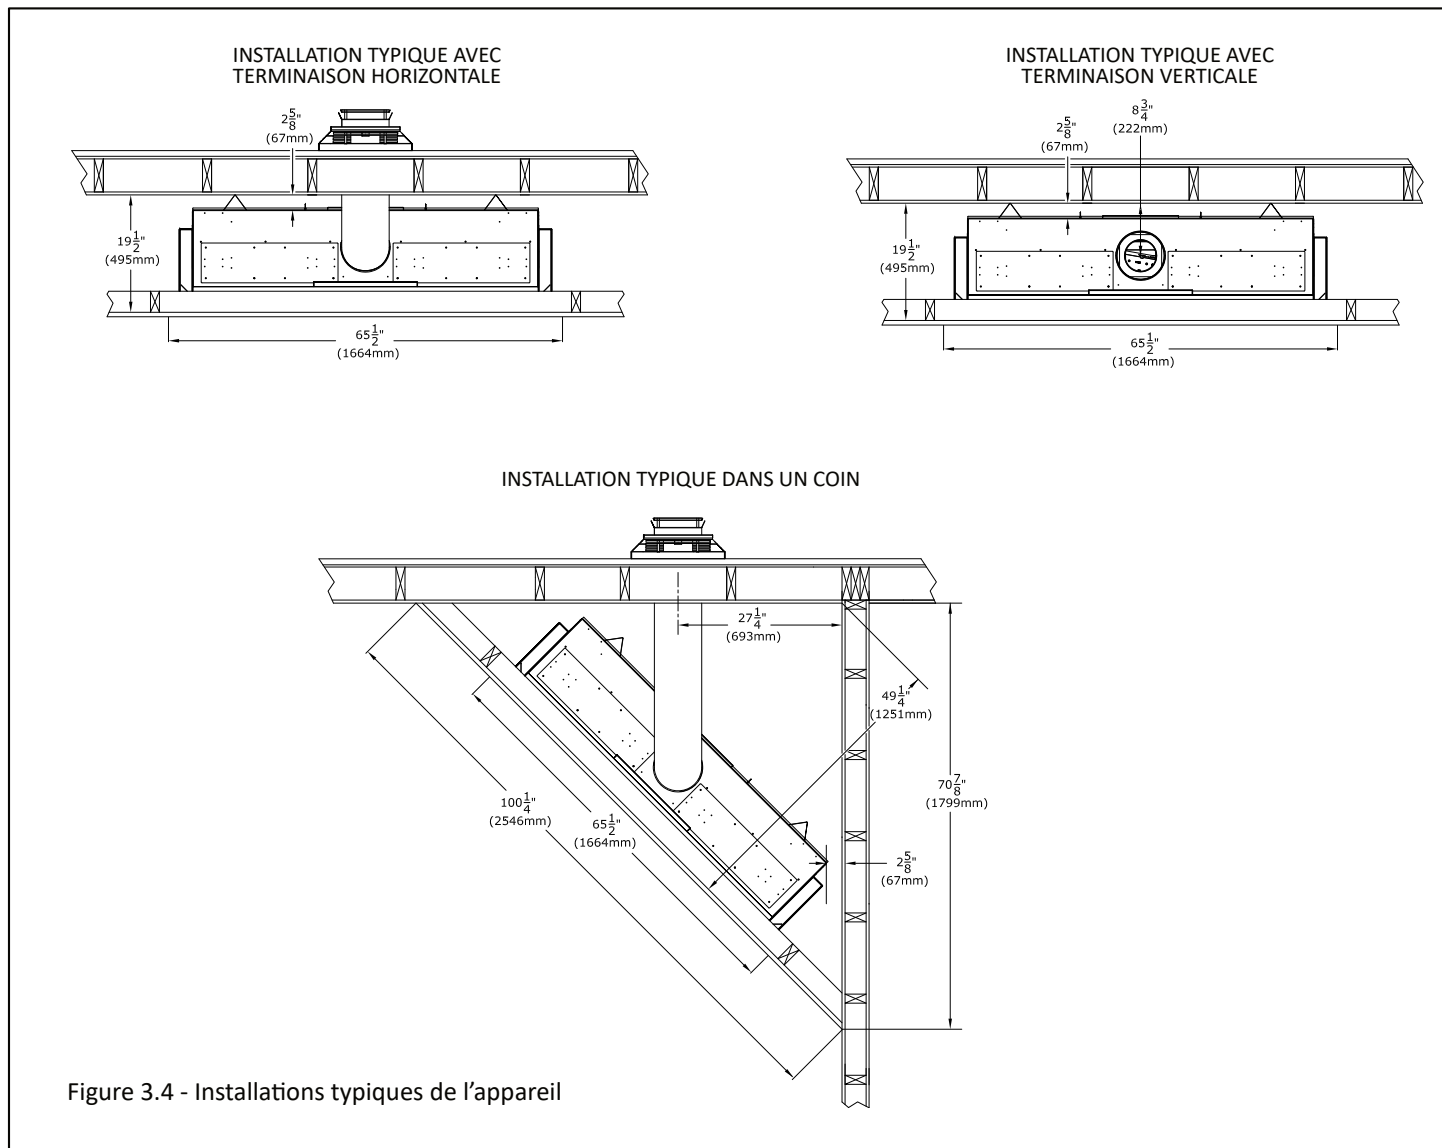

Figure 3.4 - Installations typiques de l'appareil
- Voir la Figure 3.4 à la page suivante pour les options d'installation standard typiques.